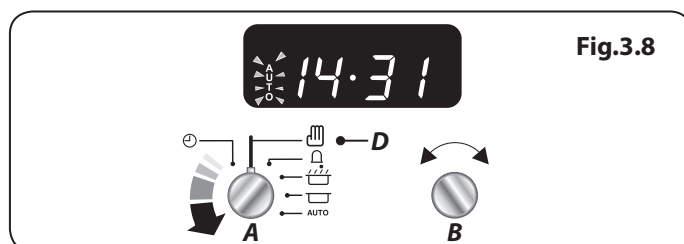

Fig.3.8
4. Une fois la durée spécifiée écoulée, une alarme est émise et le four multifonction s'arrête de fonctionner. Le symbole « Cuisson » disparaît de l'affichage et le mot « **AUTO** » se met à clignoter (**Fig.3.8**).
5. Lors de votre retour, remplacez le bouton du Programmeur (A) sur la position Manuel (D) pour revenir au mode de cuisson manuel (**Fig.3.8**).